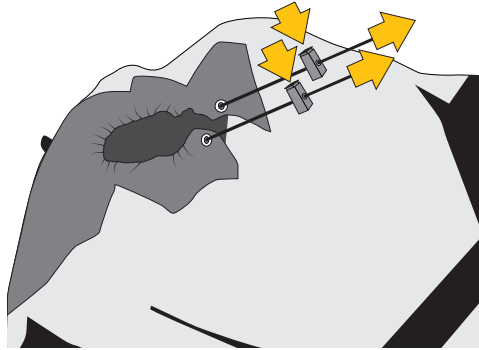

Fig.34
f) chiudere il cappuccio tirando gli appositi cordini (fig. 34).